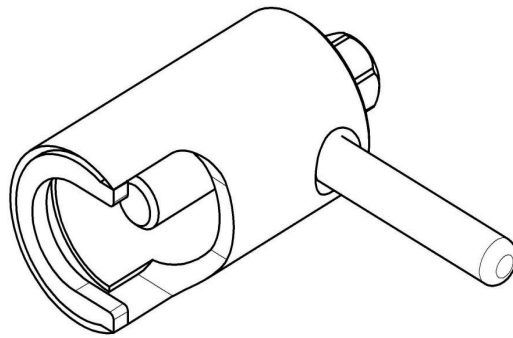

Рис. 8 Съемник крыльчатки.
- снять крыльчатку при помощи специального съемника (см. рис. 8);